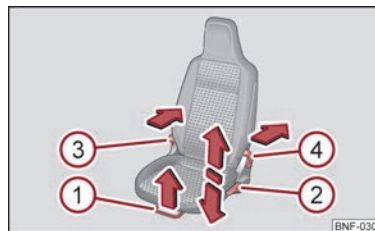

Fig. 33 Betjeningselementer på forsædet
- Træk armen ① ⇒ Fig. 33 opad, og skub sædet i den ønskede position.
- Slip armen ①, og skub sædet videre, indtil du kan høre, at det går i hak.